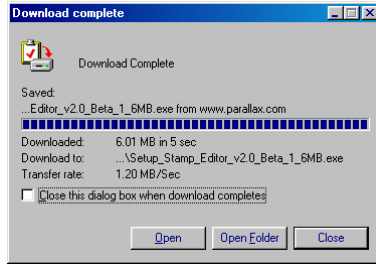

Figura 1-16
- √ Se avete scaricato l'Editor BASIC Stamp da Internet, cliccare sul bottone *Open Folder* nella finestra "Download Complete" mostrata in Figura 1-16.